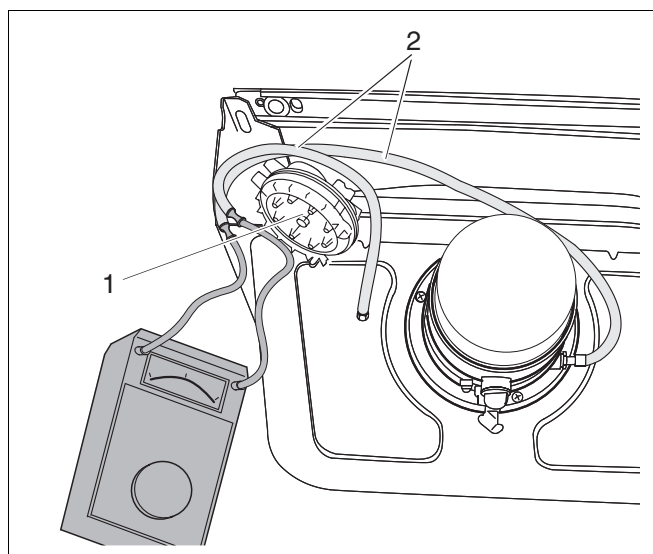

Fig. 23 Înregistrarea valorilor de măsurare
- Se scoate din suport comutatorul diferențial (fig. 23, poz. 1).
- Se scot ambele furtunuri (fig. 23, poz. 2) (a se nota ordinea furtunurilor!) și se conectează la un manometru.